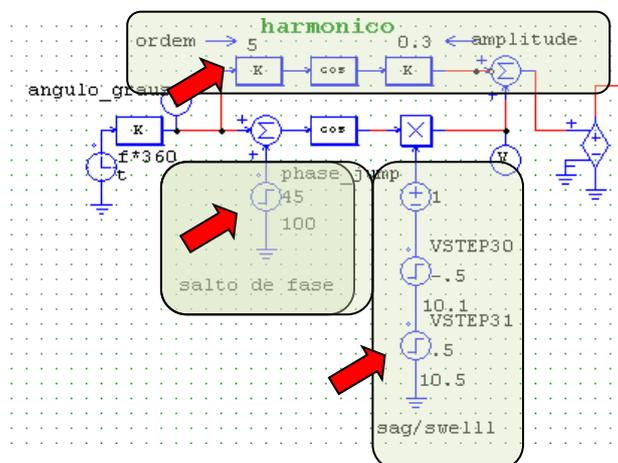

Figura 5: ajuste da ordem e amplitude do harmônico de *vrede* e do *sag*.
4.3.2 Para se verificar o que acontece no caso de tensão de rede distorcida, rode o arquivo **DVR_1fase_harm.psimsch**, mostrando as mesmas curvas do item anterior. O que aconteceu com os harmônicos de tensão na carga antes, durante e depois do *sag*? E com a fundamental da tensão? Apenas para saberem como foi gerada a tensão *Vrede*, apresenta-se na figura 5 o ajuste dos parâmetros no PSIM.